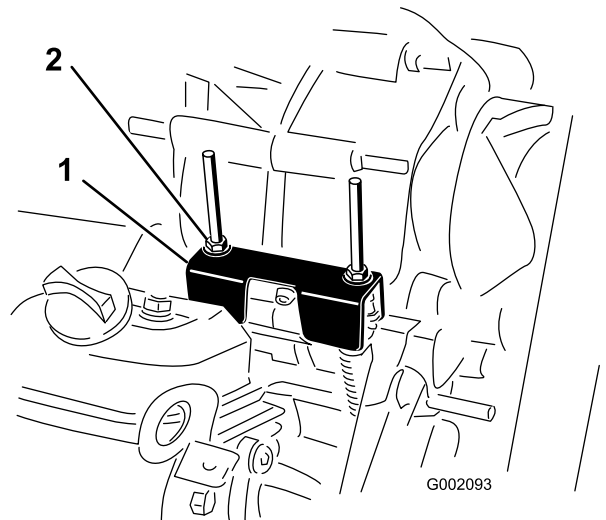

図 48
定期整備を行う時やエンジンの故障診断を行う時には、トランスアクスルをニュートラルにシフトしておく必要があります 図 48。トランスアクスルをニュートラル位置にするにはシフトレバーをニュートラル位置にします。以下の操作を行って、ニュートラルでシフトレバーが正常に機能することを確認してください
2. ニュートラルブラケットがニュートラル位置シフトブラケットの下にあるケーブル取り付けブラケットと面になっていることを確認する 図 48。
3. ロックナットのひとつ 図 48 を回して、ナットワッシャの底面とニュートラルブラケットとの間のすきまが 0.76-1.52 mm になるように調整する。